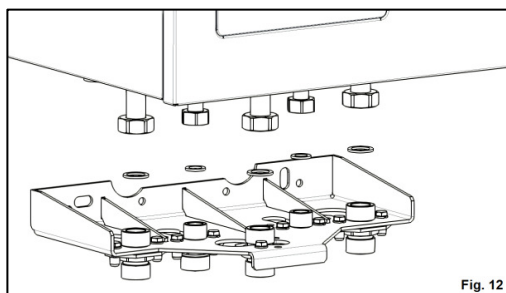
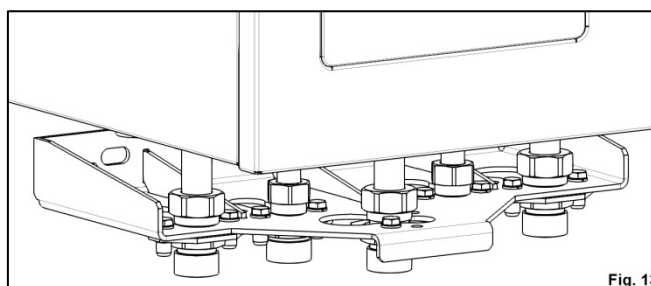

Fig. 12
Fig. 13
8. Se ataseaza ansamblul obtinut la tevilor montate anterior pe unitate (Fig. 13), asigurandu-se corespondenta tevilor. Etansarea (Fig. 12) se realizeaza prin intermediul garniturilor B (2 buc.) si D (3 buc.) si strangerea piulitelor (30 Nm).